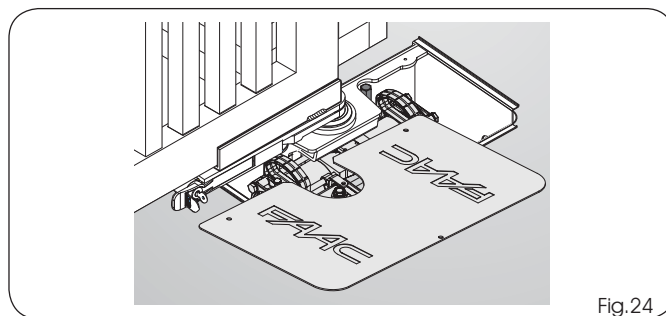

Fig.24
- 2) Fixer le couvercle du caisson portant à l'aide des vis fournies en dotation (Fig.24 ; 25).